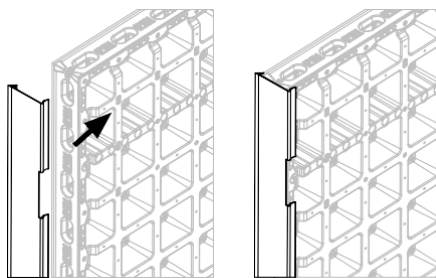
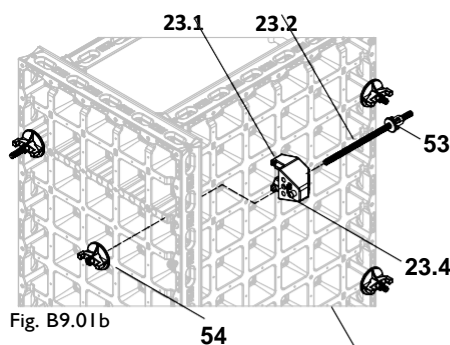

Fig. B9.01a
Fig. B9.01b
1. Прикрепете ъгловата лайсна DUO 135 (29) към двата елемента DP 135 x 90. (Fig. B9.01a)
2. Разглобете ъгловия съединител DUO (23), и навийте гайката (53) на ъгловия анкер DUO.
5. Вкарайте стоманения щифт (23.4) на ъгловия съединител DUO 62 в съответния отвор на многоф. ел-т. (Fig. B9.01b)
7. Затегнете с крилчатата гайка DW 15 (54) от задната страна на елемента с ръка или с лопатката DUO.